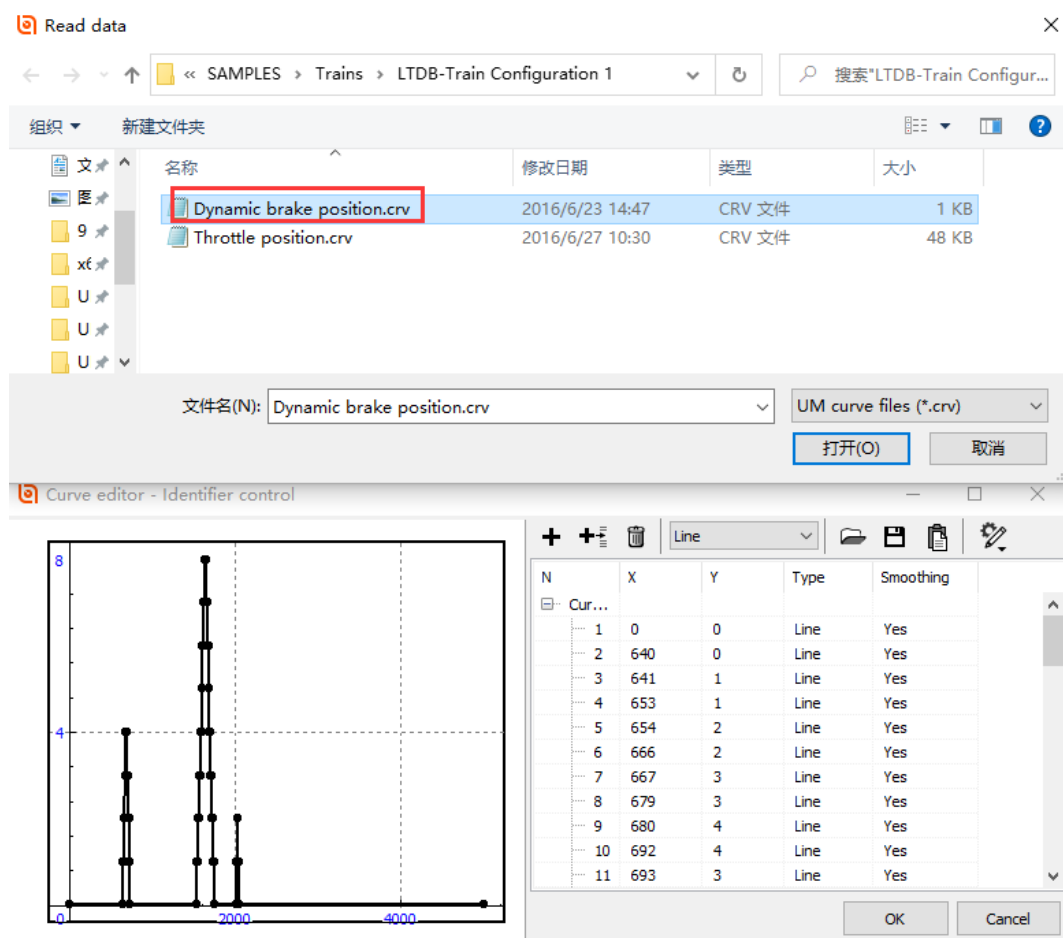

图 2.11
12. 点击 **Curve editing** 下的按钮 **...**，弹出曲线编辑器窗口，通过点击按钮 , 加载位于本地目录的制动把位时程曲线 **{UM Data}\Samples\Trains \LTD-Train Configuration 1\Dynamic brake position.crv**，如图 2.11 所示。